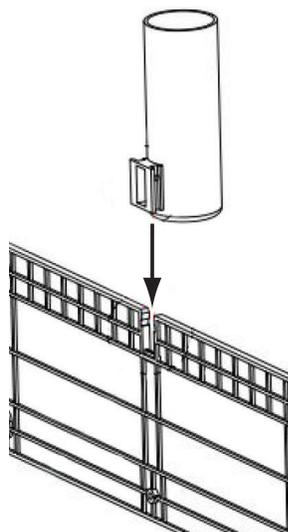

Figure 1
- Glisser les Tubes de Fixation dans chaque rail au sommet de la Structure de l'Organisateur (voir la figure 1). Ces Tubes ne sont pas censés être retirés; une force modérée peut être nécessaire. Vous entendrez un "clac" une fois en place.